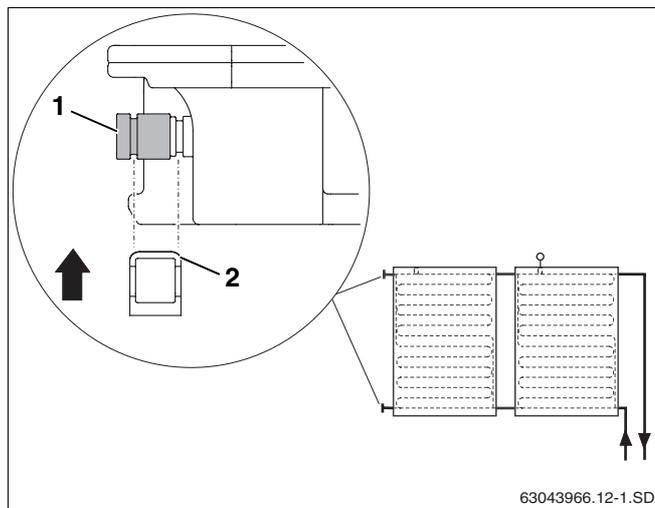

Рис. 39 Фиксация торцевой крышки зажимом
- Надеть торцевую крышку с кольцом (рис. 39, **поз. 1**) на штуцер коллектора.
- Установить зажим (рис. 39, **поз. 2**) для фиксации торцевой крышки на штуцере коллектора.